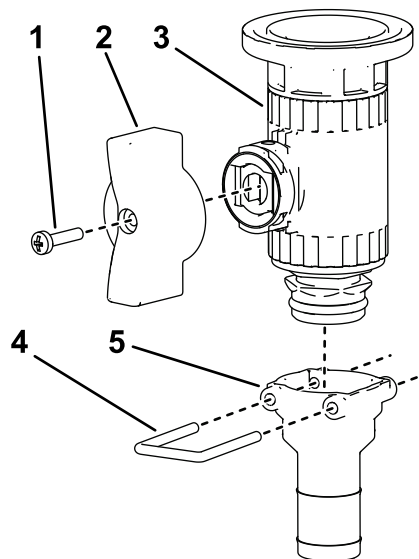

图 39
1. 将翼形手柄和直通接头组装至凸缘控制阀 图 39。
2. 使用卡环将直通接头组装至凸缘控制阀如 图 39所示。